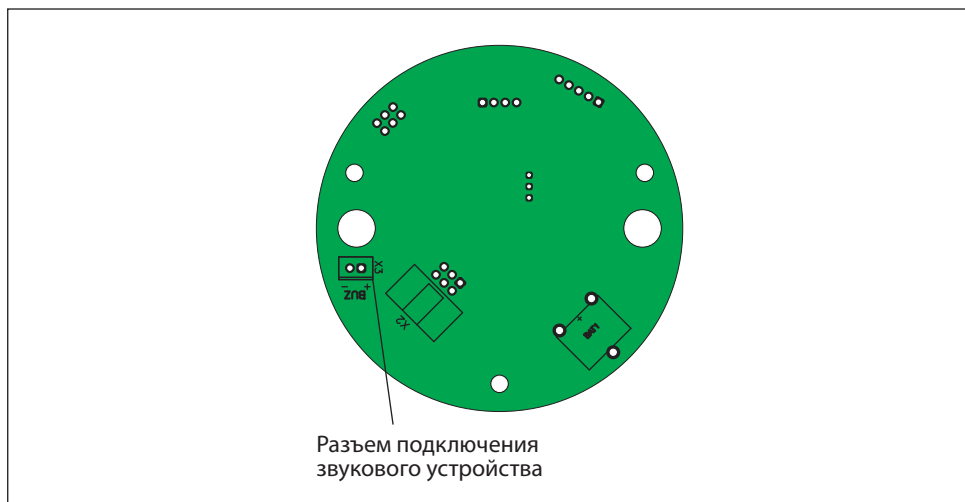

Рис.14. Расположение разъема подключения звукооперационного устройства на процессорном модуле
11. При необходимости подключите внешнее СЗУ к разъему на процессорном модуле (рис.14).